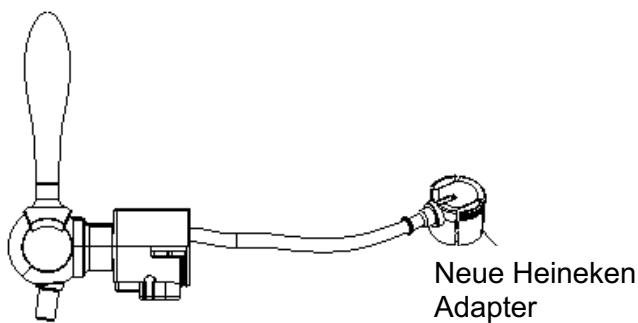

Abbildung 5 (nur für 5L Fass)
6. Richten Sie die Berauslassventilvorrichtung senkrecht auf das Anschlussteil des Bierfasses in der Mitte der Oberseite des Bierfasses aus, und drücken Sie sie sofort in das Bierfass. Wenn Sie ein Klicken hören, bedeutet dies, dass die Weinauslassvorrichtung korrekt am Bierfass befestigt wurde (siehe Abbildung 5 unten). Stellen Sie das Bierfass nach der Installation der Ventilvorrichtung in das Kühlfass der Maschine.
7. **FÜR EIN 5L-FASS:** Verbinden Sie den Bierschlauch mit dem Adapter (Neuer Heineken-Anschluss) mit dem Zapfhahn des Geräts. Schließen Sie dann den Adapter an den Bieranschluss des Zapfhahns an (Abbildung 5).